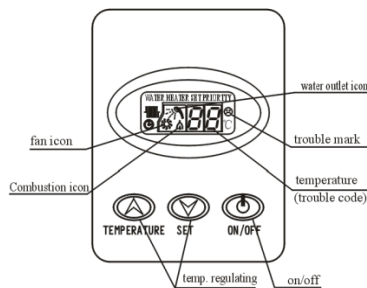
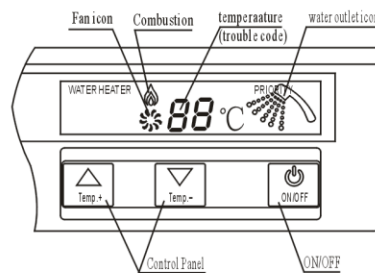

Fig.16 10K、12K、common model
Fig.17 10KL、12KL、Super thin model
- Druk op de “aan/uit” knop op het controlepaneel, het scherm licht op en vertoont de ingestelde warm water temperatuur. Druk omhoog (Up) ▲ of omlaag (Down) ▼ om de gewenste water temperatuur in te stellen. De laagste warm water temperatuur van dit product is 35°C, de hoogste instelling is 65°C, minimale instellingsbereik is 1°C, de normale temperatuur van douche water is ongeveer 40°C. (Fig.16/ Fig.17)